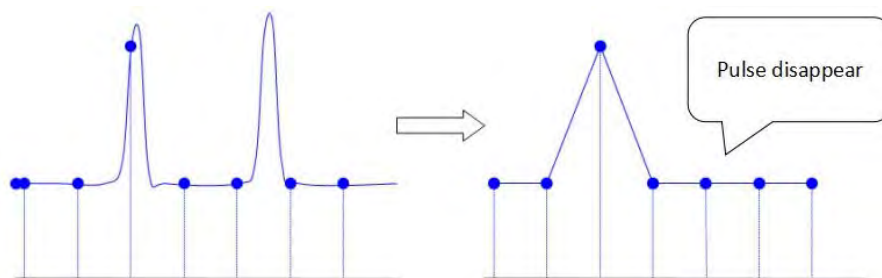

Figure 10-3
- Forme d'onde manquante : En raison du faible taux d'échantillonnage, la forme d'onde ne reflète pas tous les signaux réels, comme le montre la figure 10-3.